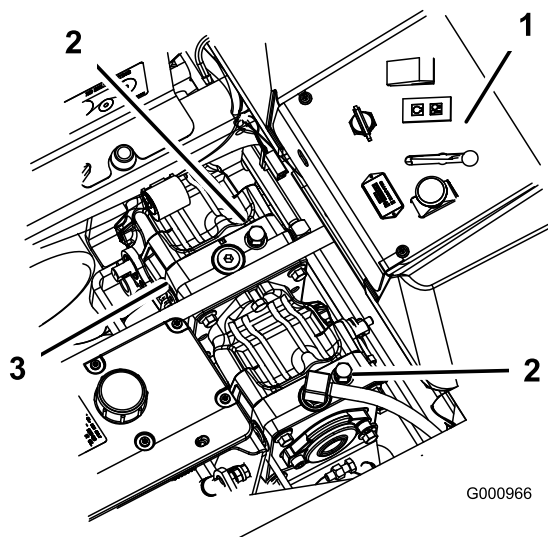

Figure 27
2. Tournez les vannes de dérivation d'un tour dans le sens anti-horaire pour pousser la machine. Cela permet au liquide hydraulique de contourner la pompe et aux roues de tourner (Figure 27).
Tournez les vannes de dérivation d'un tour dans le sens horaire pour conduire la machine (Figure 27).